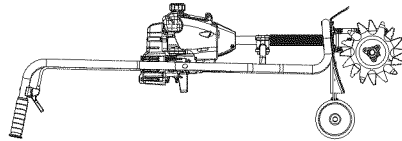

Fig. 5
- Afloje (no retire) las dos tuercas de mariposa de la protección de las púas (Fig. 5).
Asegúrese de que la cultivadora esté en posición horizontal al llenar o agregar combustible al tanque (Fig. 5).
ADVERTENCIA: Evite los arranques accidentales. Colóquese en posición de inicio cuando tire de la cuerda de arranque (Fig. 5). El operador y la unidad deben estar en una posición estable al arrancar la unidad para evitar graves lesiones personales.